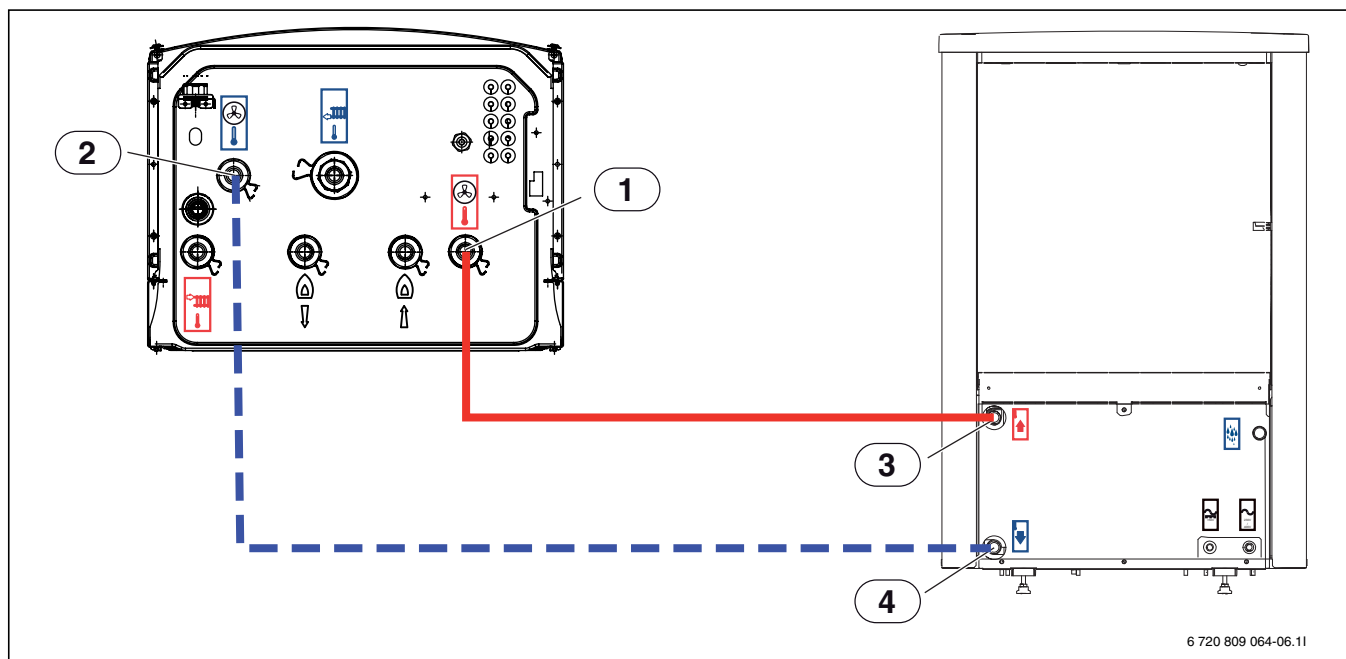

Bild 17 Anslutning av värmepumpsmodul med shunt för externt tillskott till värmepump
- ▶ Anslut framledningen från värmepumpen [3] Bild 17 till värmebärare in [1] Bild 17.
- ▶ Anslut returledningen till värmepumpen [4] Bild 17 till värmebärare ut [2] Bild 17.